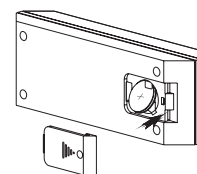

图 2
2. 把电池(OR2032)的正极朝上,斜着插入到正、负极片之间(如图2);